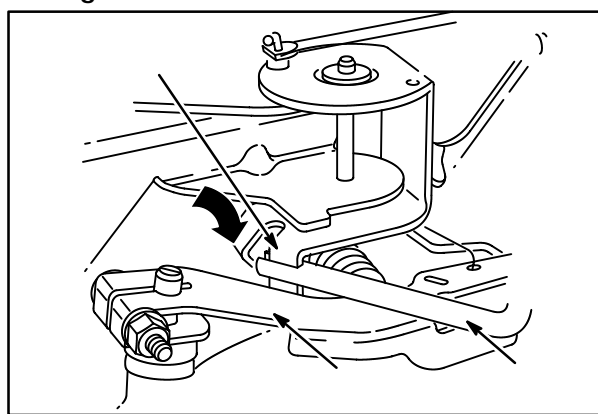

Fig. 36
3. Use a ferramenta **19352** (1) a fim de flexionar o acoplador limitador de aceleração (4) para que apenas encoste na alavanca do regulador (5), Fig. 36.